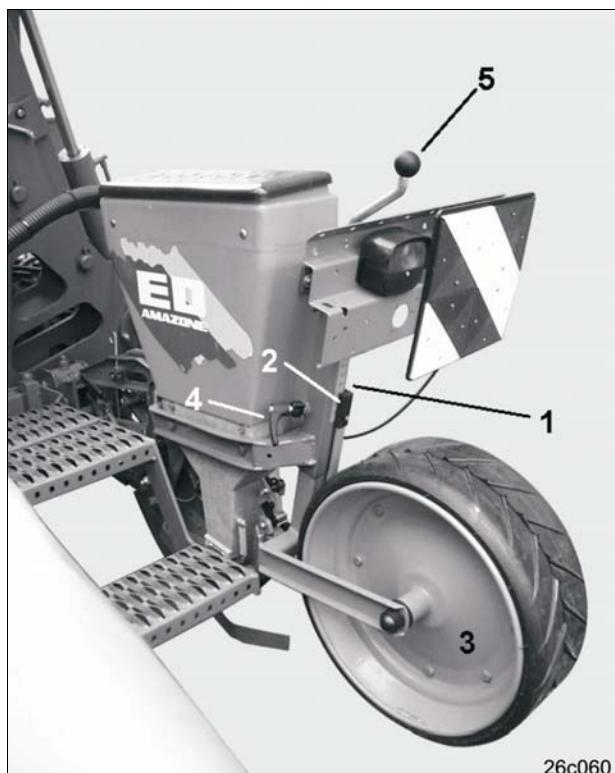

Рис. 72
Числа (0 до 110) на шкале (Рис. 72/1) представляют актуальную глубину заделки. Установленная глубина заделки считывается на ребре (Рис. 72/2).
Установка глубины заделки производится при помощи уплотняющего колеса (колес) (Рис. 72/3):
- Открутите установочный винт (Рис. 72/4).
- Прокрутите ходовой винт для регулировки глубины заделки семян (Рис. 72/5) и установите необходимую глубину заделки.
- Затяните винт (Рис. 72/4).